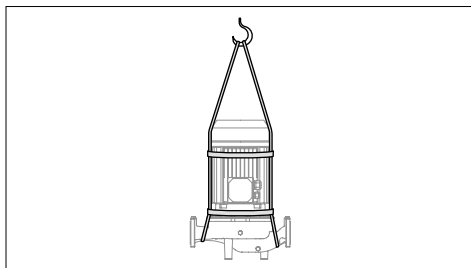

FIG.1 Elevación de las bombas 3E con la ayuda de una cuerda
- Retire el tornillo entre la carcasa de la bomba y el soporte del motor y simplemente retire el motor axialmente. Utilice un polipasto adecuado para elevar/mover la bomba. (FIG 1)